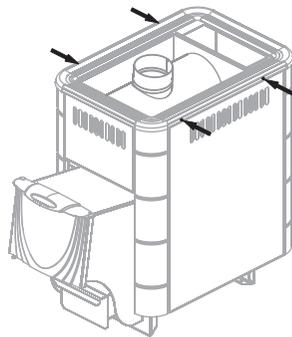

Рисунок 9. Демонтаж
2. Снять рамку конвектора, открутив 4 самореза (рисунок 9)